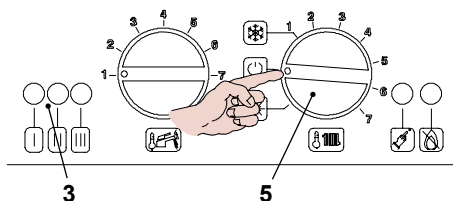

Figura 6.6
- Spegner la caldaia portando il selettore di funzione 5 sulla posizione "O" come in Figura 6.6.